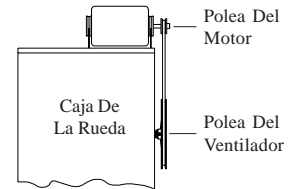

Fig. 2
- **Instale la polea del motor.** Instale la polea ajustable del motor para que quede alineada con la polea del ventilador (véase fig. 2) y apriete el tornillo.